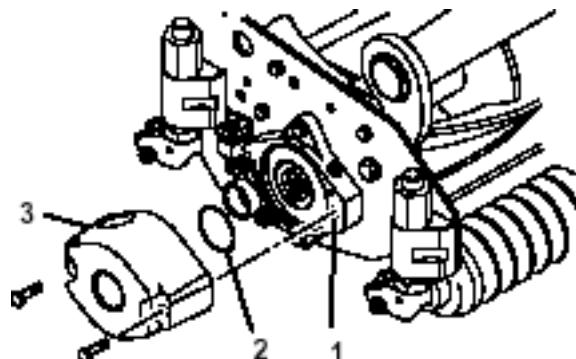

図3
3. 大きなOリングにグリスを塗り、カッティングユニット両側のペアリングハウジングの溝にそれぞれ取り付ける(図3 & 6)。
4. 各カッティングユニットにカウンタウェイトを取り付ける(図3：付属のキャップスクリュを使用する)。